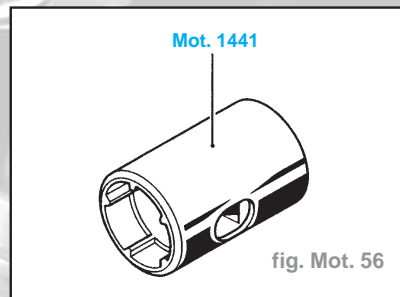

fig. Mot. 56
- Utiliser la douille **Mot. 1441** pour desserrer l'électrovanne (fig. Mot. 56).